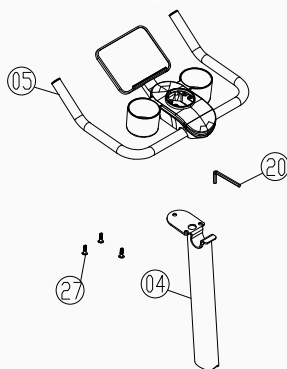

Figura 5
5. Monte o Conjunto do Suporte do Visor (Parte 05) no Conjunto do Tubo Vertical (Parte 04). Fixe os dois conjuntos utilizando três parafusos de cabeça cilíndrica M8×12 (Parte 27) e, em seguida, aperte os parafusos com a chave hexagonal de 6 mm (Parte 28), conforme mostrado na Figura 5.